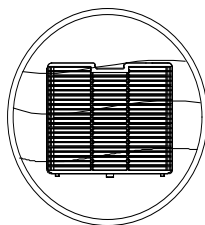

Fig. 2
2. Limpie suavemente el filtro con una aspiradora para eliminar el polvo. Si es necesario, lavar el filtro con agua tibia y jabón. NO UTILIZAR ALCOHOL, BENCENO U OTROS PRODUCTOS AGRESIVOS (Fig. 2).